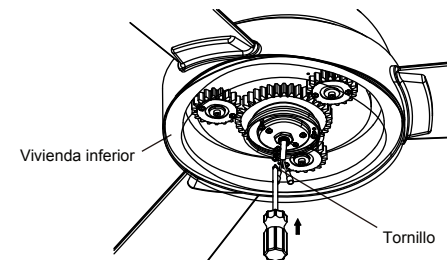

Fig. 22
Paso 2. Fije la carcasa inferior a la carrocería del motor, inserte tres (3) tornillos previamente retirados en los orificios y apriételos firmemente. (Fig. 22)